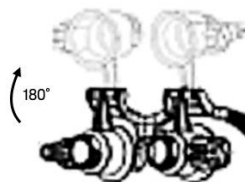

fig. 6
5. Réglez l'angle de la lentille vers le haut et vers le bas sur le support jusqu'à ce qu'elle soit à la position optimale. Sa plage maximale est de 180° (fig. 6).